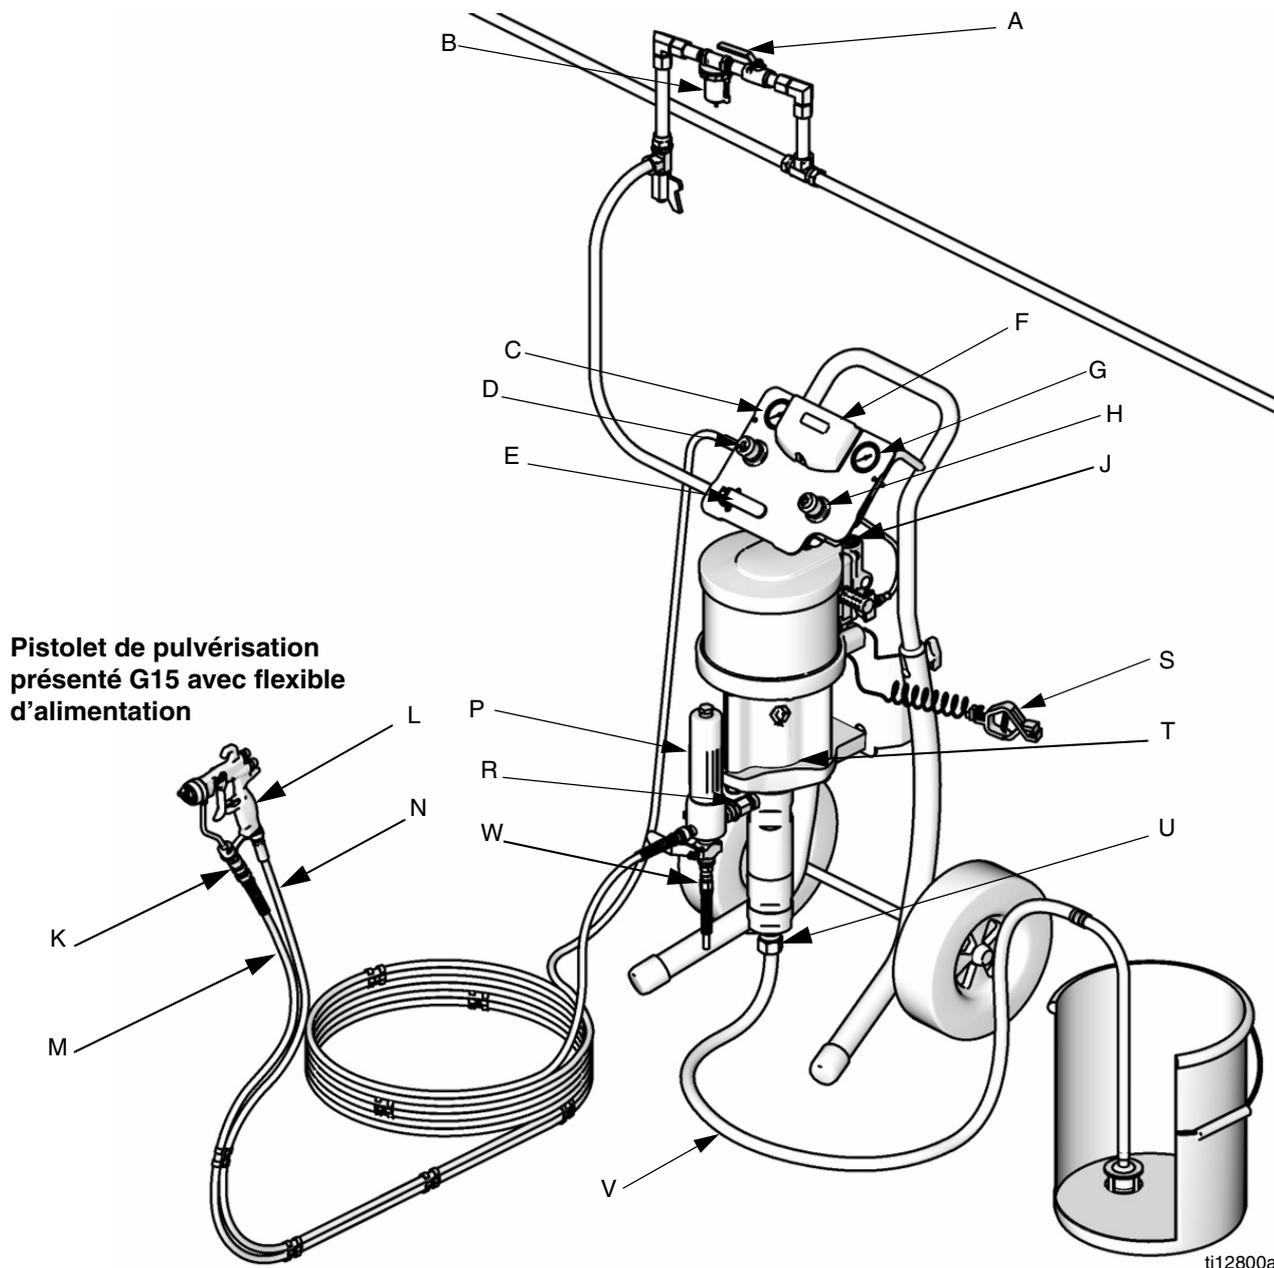

FIG. 1. Installation typique
La FIG. 1 constitue simplement un guide pour le choix et l'installation des accessoires et des composants du système. Prenez contact avec votre distributeur Graco qui vous aidera à déterminer la configuration du système qui répondra à vos besoins particuliers.
Voir FIG. 1. Les composants varient selon le pack commandé, mais peuvent comprendre :
Installer les accessoires suivants dans l'ordre indiqué à en FIG. 1 utilisant des adaptateurs si nécessaire.
1. Voir FIG. 1. Attachez l'extrémité du tuyau de produit bleu (M) à la sortie de pompe (R) ou à la sortie du filtre (P).
2. Attachez une extrémité du tuyaux d'air (N) au régulateur d'air de pistolet (D).
3. Fixer l'autre extrémité du flexible à air rouge (N) sur l'entrée d'air à la base du pistolet (L).
4. Fixer le raccord tournant (K) du pistolet sur l'entrée produit du pistolet.
5. Fixer l'autre extrémité du flexible de produit bleu (M) au pistolet raccord de tournant (K).
2. Voir FIG. 1. Ouvrir la vanne de purge d'air principale (D).
1. Voir FIG. 1. Verrouiller la gâchette. Ôter le garde buse et la buse du pistolet (L). Consulter le manuel du pistolet.
2. Fermer le régulateur d'air du pistolet (D) et le régulateur d'air de la pompe (H) en tournant les boutons dans le sens contraire des aiguilles d'une montre pour réduire la pression à zéro. Fermer les vannes d'air de type purgeur (E). Vérifier également que toutes les vannes d'évacuation sont fermées.
3. Raccorder la conduite d'air à la vanne d'air de type purgeur (D).
6. Appuyer une partie métallique du pistolet (L) contre le côté d'un seau métallique relié à la terre, détacher la gâchette et la maintenir sous pression.
8. Ouvrir les vannes d'air de type purgeur (E). Tournez lentement dans le sens des aiguilles d'une montre le régulateur d'air de pompe (H) afin d'augmenter la pression jusqu'à ce que la pompe démarre.